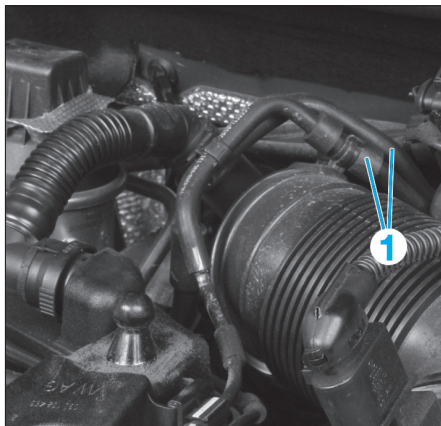

Fig. 74
- les flexibles de dépression (1) de régulation de pression de suralimentation (Fig.74).